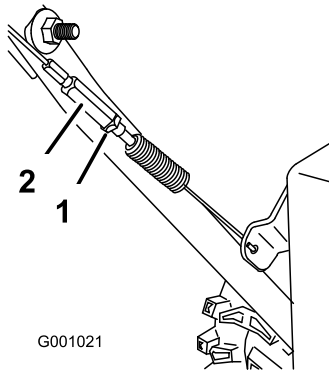

Bild 46
- Ziehen Sie dann die Klemmmutter fest (Bild 46).